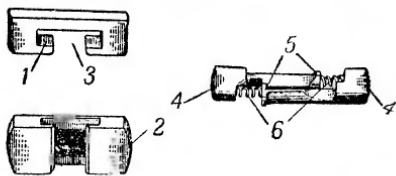

**Рис. 12.** Прицельная планка:
**13. Прицельная планка (рис. 12)** служит для установки хомутика на требуемую дистанцию. На верхней плоскости планки с правой стороны нанесены четные цифры от 2 до 14, а с левой стороны — нечетные цифры от 1 до 15, а в измененной винтовке цифры нанесены и на нижней плоскости прицельной планки. Расстояния между делениями соответствуют 100 м дальности стрельбы.